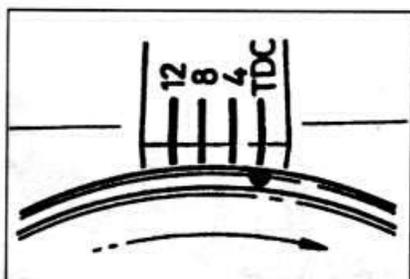

Рис. 2А.2. Установочная метка ВМТ на шкиве коленчатого вала (0) и метки на крышке шестерен.
Поверните двигатель гаечным ключом, за шкив коленчатого вала, до совмещения установочной метки на шкиве коленчатого вала с меткой ВМТ (0) на крышке механизма газораспределения. При приближении метки на шкиве, одновременно поршень цилиндра № 1 приближается к вершине цилиндра (см. рис. 2А.2).